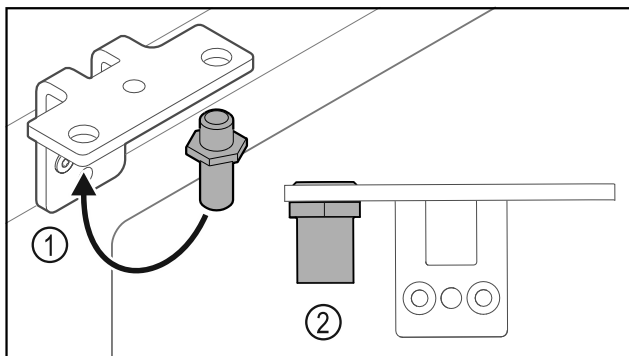

Fig. 23
- ▶ Переставьте палец Fig. 23 (1) в шарнирном уголке.
- ▶ Затяните палец Fig. 23 (2) с **моментом 12 Нм**.